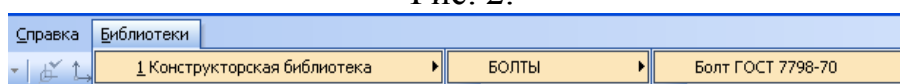

Рис. 3.
6. Выберите пункт меню *Библиотеки – Конструкторская библиотека – Болты – Болт ГОСТ 7798-70* (рис. 3).